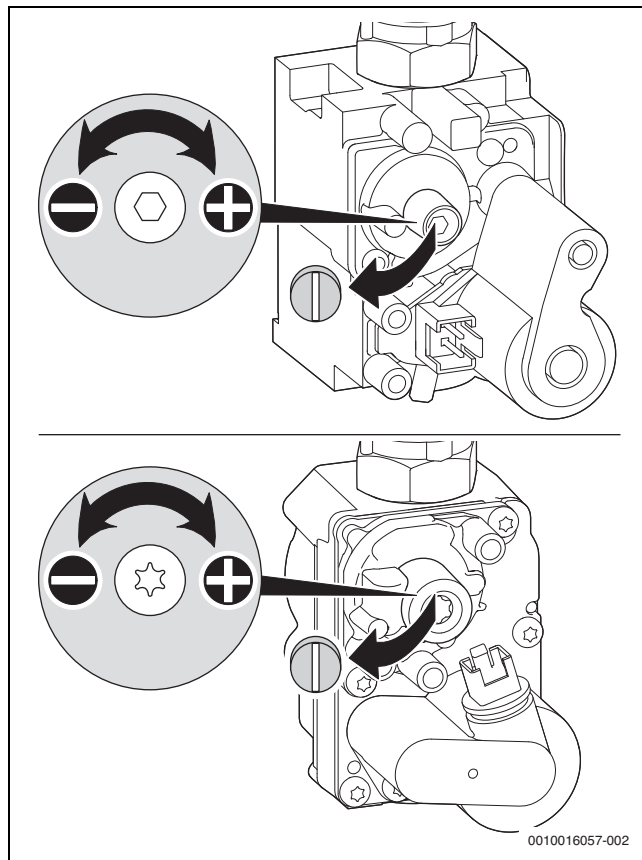

Fig. 36 Rimuovere il piombino sulla vite di regolazione
- Se il valore letto si trova tra 0 e -0,1 mbar, impostare la pressione dif-ferenziale come mostrato di seguito (→ fig. 36).